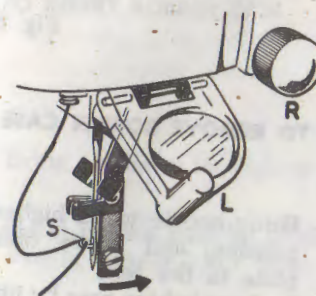

Fig. 6
- Rotate button « R » (Fig. 6); hook « S » will pass through needle eye;